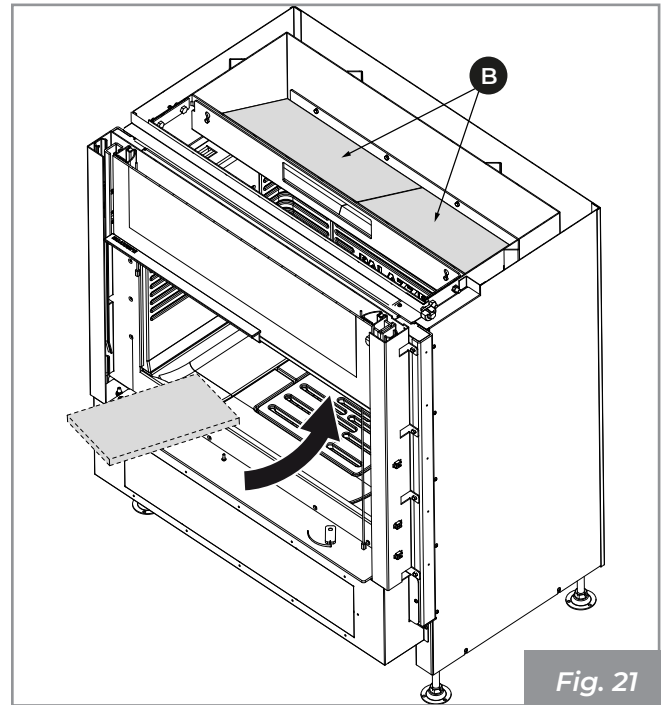

Fig. 21
6) Enfin, repositionner les déflecteurs (B) (Fig. 21).